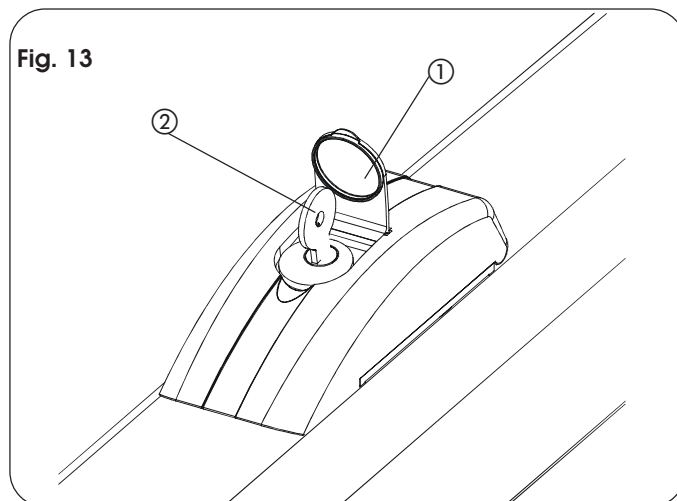

Fig. 13
- Alzare il tappo di protezione (Fig. 13, rif. ①) ed inserire l'apposita chiave in dotazione (Fig. 13, rif. ②).